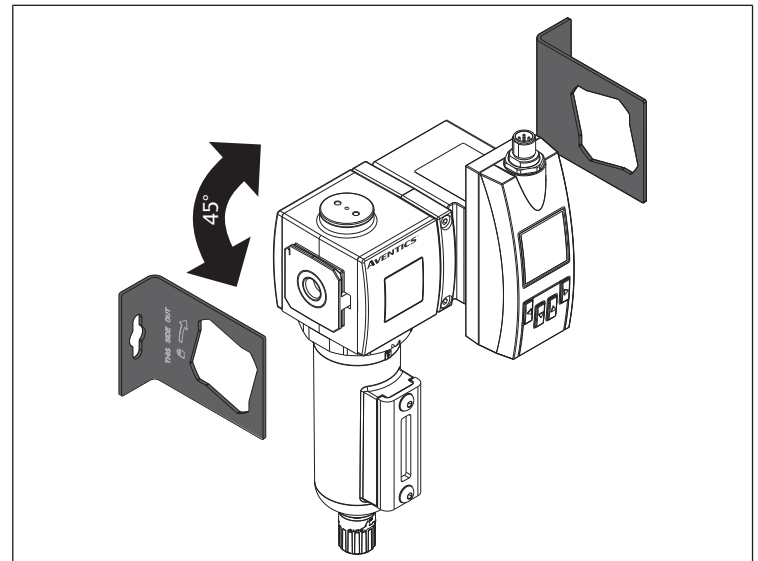

Fig. 6: Montaggio con squadretta di fissaggio
2. Montare il prodotto con una squadretta di fissaggio. Vedere → Fig. 6.